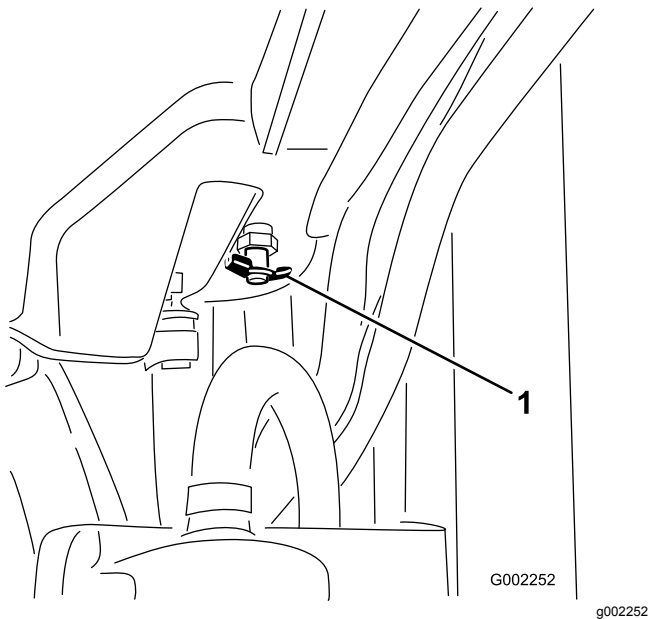

图 87
4. 打开排放阀将冷却液排到盘中图 87。
5. 关闭排放阀图 87。